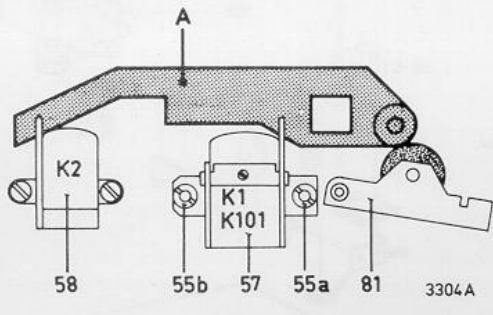

Fig. 3
A. Hoogte-instelling van de opneem/weergeefkop K1/K101 rechterzijde (Fig. 3)